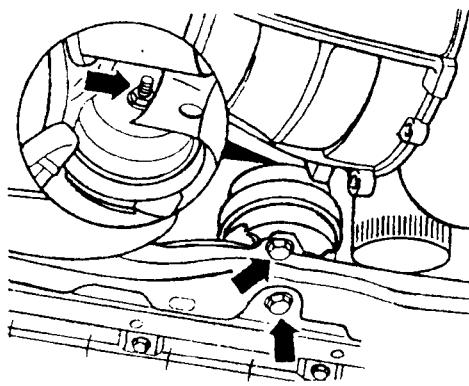

图 1-7
①松开粘结橡胶套 (图 1-7 中 A) 的中心螺栓 (发动机悬架)。
②松开变速器及发动机总成支座处的粘结橡胶套 (图 1-7 中 B) (变速器悬架)。